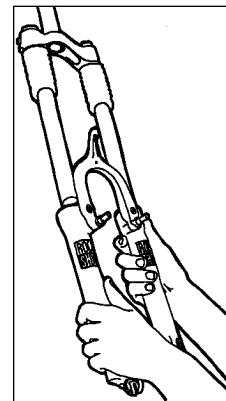

Fig. 6
4. Deslice hacia afuera el conjunto monopieza del tubo inferior (consulte la Fig. 6) Retire los fuelles de la horquilla.